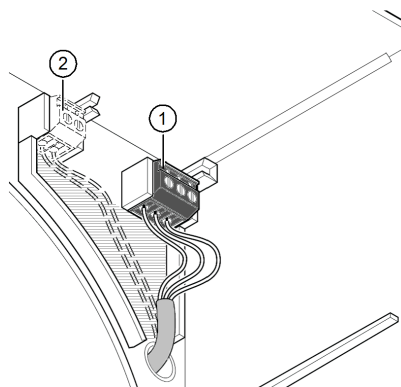

Рис. 6: проверить сетевой кабель и, при необходимости, кабель линии управления
- ▶ Проверьте назначение 3-х контактных клемм подключения (поз. 1 на рис. 6) кабеля питания в соответствии со схемами подключения вентиляторных блоков VARIO II, см. раздел 9 на стр. 17.
- ▶ В типах установок с дополнительным входом управления проверьте назначение 2-х контактных клемм подключения (поз. 2 на рис. 6) кабеля управления в соответствии со схемами подключения вентиляторных блоков VARIO II, см. раздел 9 на стр. 17.
- ▶ Убедитесь в том, что кабели проложены только в заштрихованной зоне (см. рис. 6). В противном случае существует риск того, что кабели будут раздавлены при установке двигателя вентилятора.